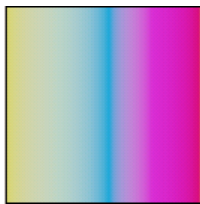

图 17-20 程序贴图□渐变色
2) 渐变色：使用颜色和混合创建渐变。使用渐变程序贴图可以创建高度自定义的渐变。渐变使用多种颜色创建从一种到另一种的着色或延伸。样例如图 17-20 所示。